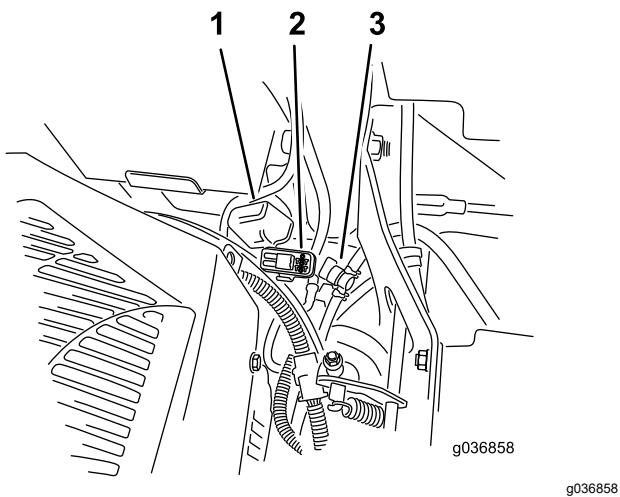

Figura 57
I fusibili sono posizionati sulla consolle di destra vicino al sedile (Figura 57).
2. Montate un fusibile nuovo (Figura 57).